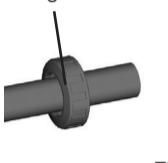

Fig.01
2. Regolare la valvola all'installazione lasciando il dado (3) Fig.01 sul tubo prima di incollare il mancotto (5) Fig.02.